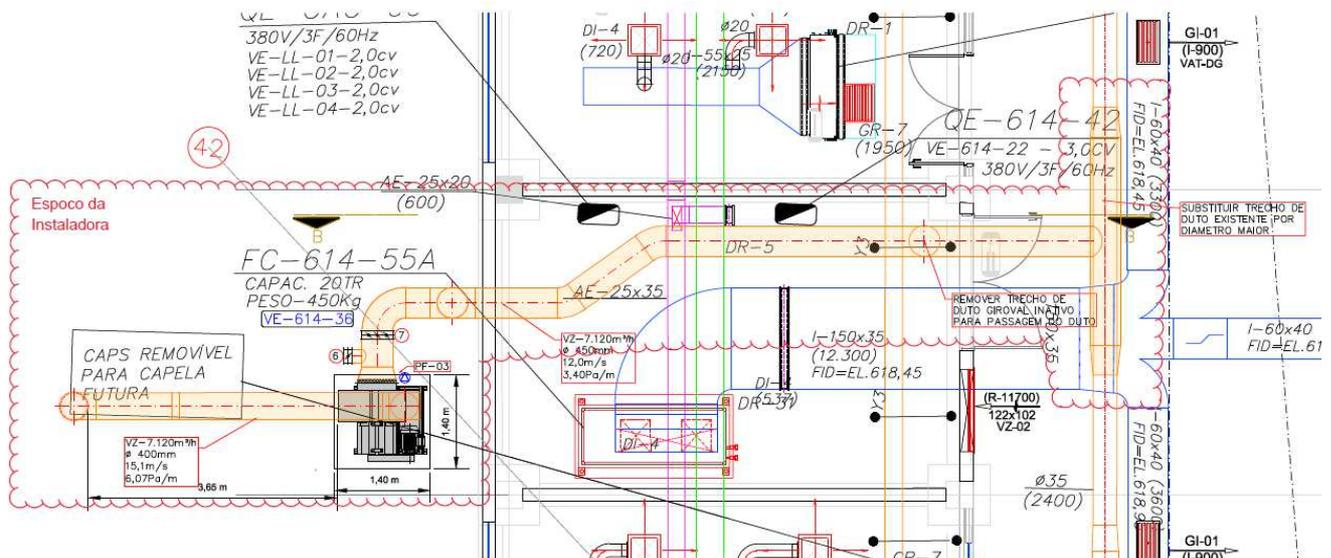

Figura 11 – Duto de Exaustão S9
- Fornecimento e instalaç o de Duto em PP na sa da do ventilador de exaust o, conforme mostrado em na figura 11.